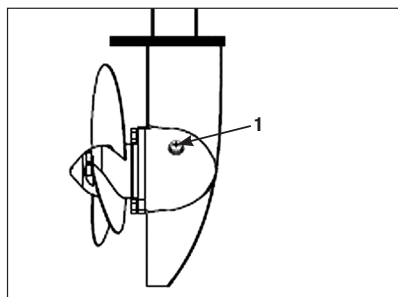

Рис. 20 Замена масла
2. Откройте пробку 1 контрольного отверстия (Рис. 20).
5. Закрутите на место пробку 1 контрольного отверстия (Рис. 20).